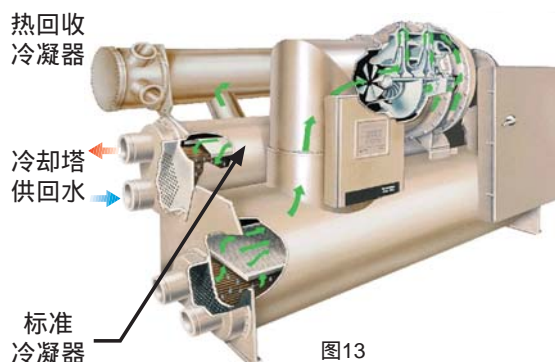

图13
- 机组需要增加一个热回收冷凝器与热回收回路相连。（图13）